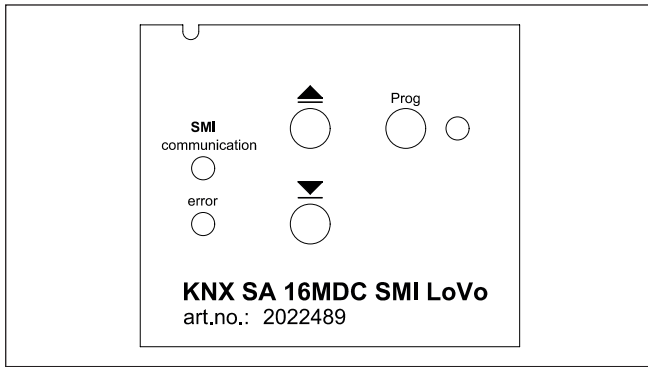

Abb. 5 Abdeckplatte mit LED und Tastenfeld
Nach Abschluss der Montagearbeiten und dem Anlegen der Versorgungsspannungen kann der korrekte Anschluss über das Tastenfeld der manuellen Vorrangbedienug unter der Abdeckblende (Broadcast-Taster Hoch/Tief alle Antriebe) getestet werden (Abb. 5). Eine detaillierte Beschreibung zur weiteren Inbetriebnahme finden Sie im KNX SA SMI Softwarehandbuch (Art.-Nr. 2024838).
Hierfür steht sowohl in der App als auch auf dem Tastenfeld eine Prog-Taste zur Programmierung und eine Anzeige-LED zur Verfügung (siehe Abb. 5).
- Drücken Sie die Programmierertaste in der App oder am Gerät (Abb. 5), um das Gerät in den Programmiermodus zu versetzen. Bei aktiviertem Programmiermodus leuchtet die rote LED. Die Programmierung erfolgt durch die ETS am PC. Diese Software beendet den Programmiermodus automatisch. Die rote LED erlischt.